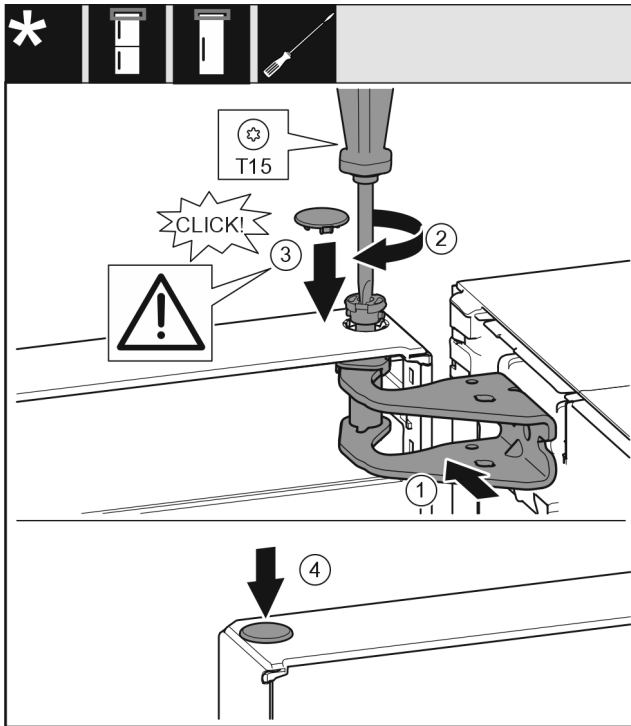

Fig. 32
- Tür oben zur Öffnung im Lagerbock Fig. 32 (1) ausrichten.
- Bolzen Fig. 32 (2) einsetzen und mit Schraubendreher festschrauben.
- Abdeckung Fig. 32 (3) einsetzen.
- Kontrollieren, dass die Abdeckung Fig. 32 (3) auf der Tür aufliegt.
- Abdeckung Fig. 32 (4) einsetzen.